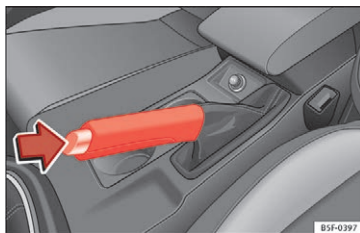

Fig. 189 Håndbremse mellem forsæderne
- Træk håndbremsearmen helt op »» Fig. 189.
- Træk håndbremsearmen et stykke opad, tryk låseknappen i pilens retning »» Fig. 189, og før håndbremsearmen helt ned »» ⚠.